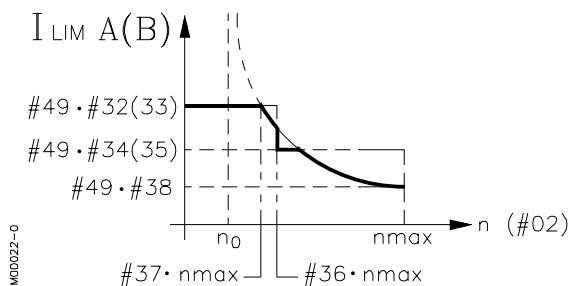

Abb. 20
Da man für die Strombegrenzung mehr als eine Funktion zeichnen kann, wird jedem Drehzahlwert immer DER KLEINSTE unter den Werten entsprechen, die der Grenzstrom annehmen kann (siehe Abb. 20).
**F** Für die mit #39 eingegebene Zeit zulässige Überbegrenzung in Prozent für die Brücke A. Die Überbegrenzung versteht sich auf den tatsächlichen für diese Drehzahl geltenden Begrenzungswert angewandt (siehe Anm. zu Abb. 20).
F Für die mit #39 eingegebene Zeit zulässige Überbegrenzung in Prozent für die Brücke B. Die Überbegrenzung versteht sich auf den tatsächlichen für diese Drehzahl geltenden Begrenzungswert angewandt (siehe Anm. zu Abb. 20).